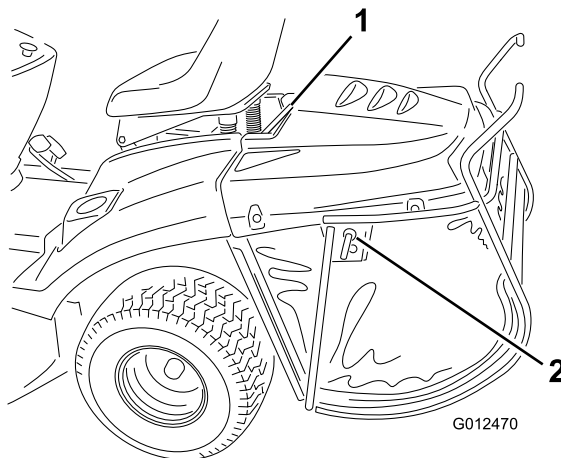

Figure 16
1. Si la goupille de verrouillage est en position verrouillée, déverrouillez-la (Figure 16).